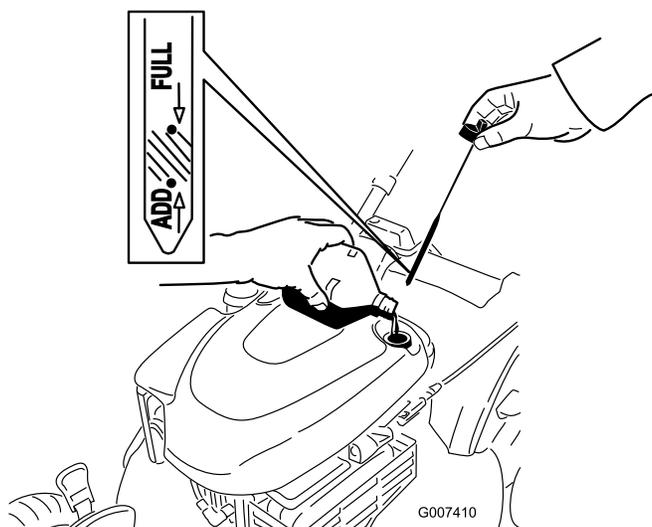

Figure 44
4. Versez de l'huile **lentement** dans le goulot de remplissage pour faire monter le niveau de liquide jusqu'au repère **maximum** (Full) sur la jauge (Figure 44). **Ne remplissez pas excessivement.** (Remplissage max. : 0,59 l, type : huile détergente SAE 30 de classe de service API SF, SG, SH, SJ, SL ou supérieure.)